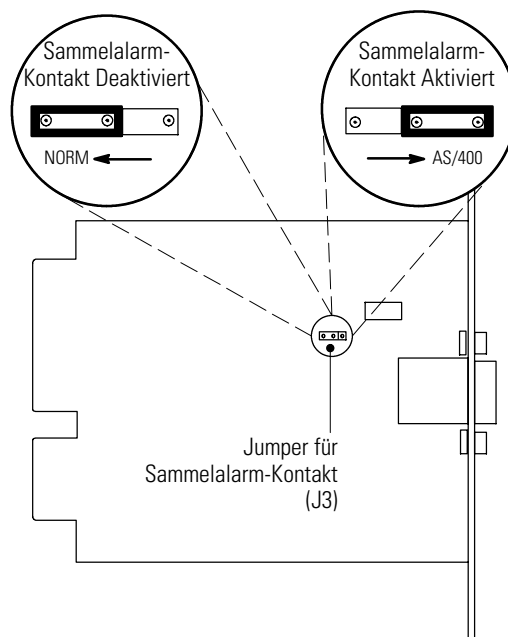

Abbildung 22. Jumper für Sammelalarm-Kontakt
2. Die Jumper J3 in die Stellung AS/400 bringen, um der Sammelalarm-Kontakt zu aktivieren, wie in Abbildung 22 dargestellt.